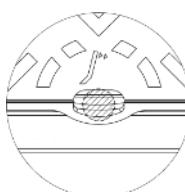

fig. 1
- Inserire una leva nell'apposito alloggiamento indicato sul bordo del coperchio (fig. 1 e 2).